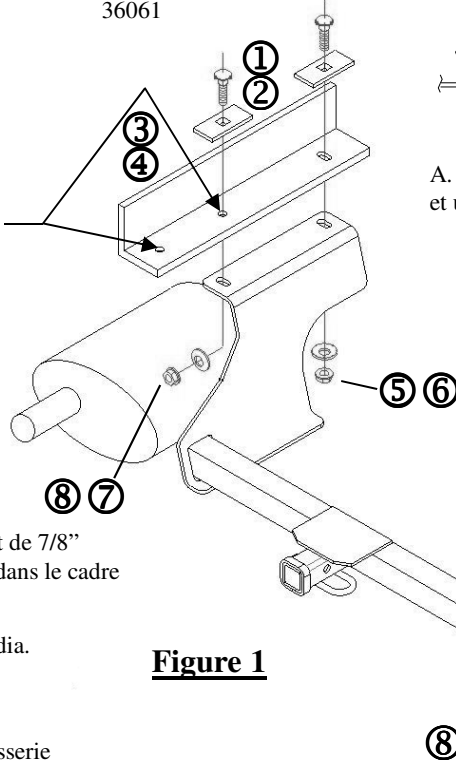

Figure 1
①	Qté (2)	Boulon de carrosserie – 1/2-13 x 1.75 GR5	⑥	Qté (2)	Écrou hexagonal – 1/2-13
②	Qté (2)	Espaceur – 1/4 x 1 x 3 (trou carré pour boulon de carrosserie 1/2")	⑦	Qté (2)	Rondelle conique – 7/16"
③	Qté (2)	Boulon de carrosserie – 7/16-14 X 1.75 GR5	⑧	Qté (2)	Écrou hexagonal – 7/16-14
④	Qté (2)	Espaceur – 1/4 x 1 x 3 (trou carré pour boulon de carrosserie 7/16")	⑨	Qté (2)	Fil de tirage – 1/2"
⑤	Qté (2)	Rondelle conique – 1/2"	⑩	Qté (2)	Fil de tirage – 7/16"
1. Abaisser l'échappement en déconnectant cinq (5) supports d'échappement en caoutchouc de leurs ferrures.
4. Enlever et jeter deux (2) bouchons de plastique des trous existants dans chaque longeron, comme illustré à la figure 1.